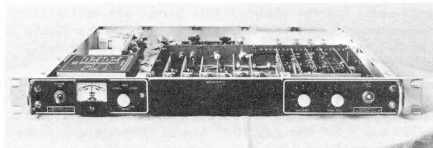

Bild 7: Frequenzzähler ohne Deckel
- 1 Frequenzzähler fest in das Gehäuse eingeschraubt (siehe Bild 7)
Gemäss Bild 7 sieht man in der Mitte der Frontplatte die sechs Anzeigeröhren. Links davon befindet sich der Netzschalter, das Abstimmkontrollinstrument und der DAFC-Korrekturverzögerungsschalter. Rechts der Anzeige befinden sich die beiden Drehschalter (1 kHz-Digit und 100 Hz-Digit) zur Einstellung der beiden letzten Stellen im DAFC-Betrieb sowie der DAFC-Schalter.